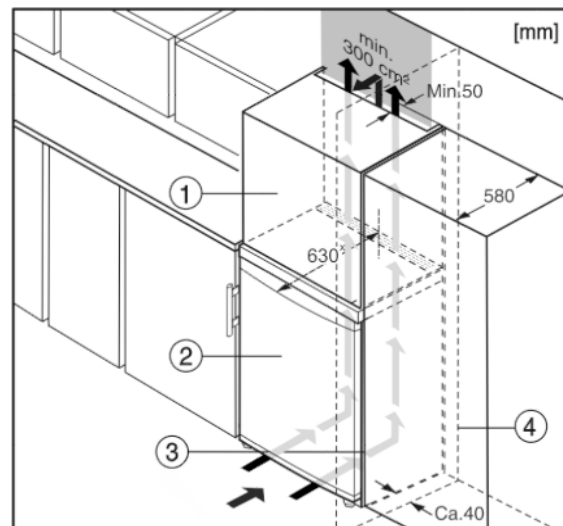

Fig. 10
Устройство может быть окружено кухонными шкафами. Чтобы уравнять устройство Fig. 10 (2) по высоте с кухонной стенкой, можно установить над устройством дополнительный шкафчик Fig. 10 (1).
При комбинировании с кухонными шкафами (глубина макс. 580 мм) устройство можно установить непосредственно рядом с кухонным шкафом Fig. 10 (3). Устройство выступает сбоку на 34 мм\* и по центру на 50 мм\* относительно передней стенки кухонного шкафа.
Если устройство установлено на шарнирах у стены *Fig. 10 (4)*, то расстояние между устройством и стеной должно быть не менее 40 мм. Настолько выступает ручка при открытой дверце.